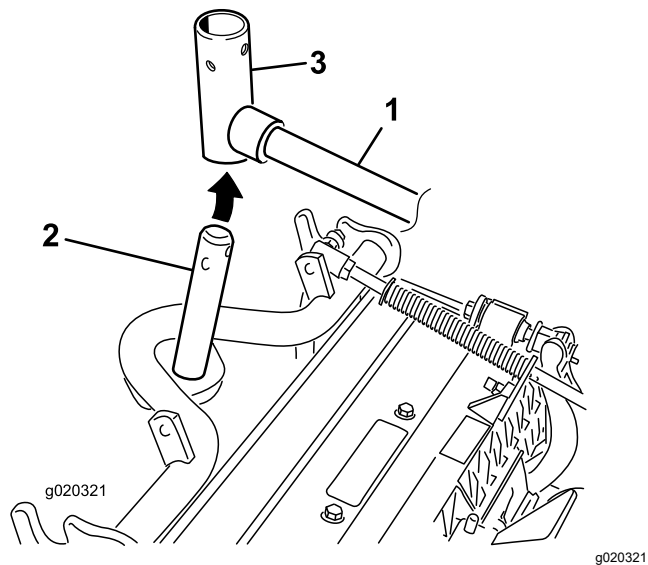

図 10
10. フロントに取り付けるカuttingユニットは、昇降アームの下に入れるときにキャリアフレームのシャフトを昇降アームのピボットヨークに挿入する 図 10。
- B. 昇降アームのヨークをキャリアフレームのシャフトに通す 図 10。